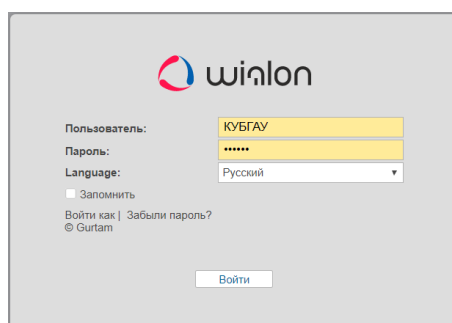

Рисунок 4.13 – Вход в систему Wialon
9. Перейдите на сайт <https://hosting.wialon.com/> (рисунок 4.13).